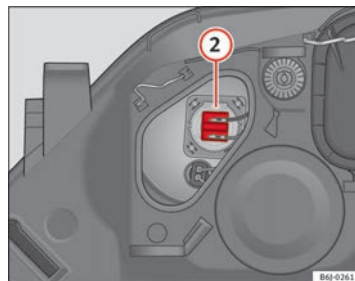

Abb. 155 Fernlicht
- Ziehen Sie den Stecker ⇒ Abb. 155 ② nach außen ab.